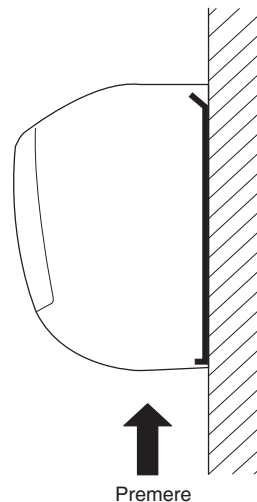

Fig. 3-33
- (3) Premendo i due contrassegni \triangle impressi sulla parte inferiore dell'unità interna sganciare le linguette. Sollevare quindi l'unità per rimuoverla. (Fig. 3-33)